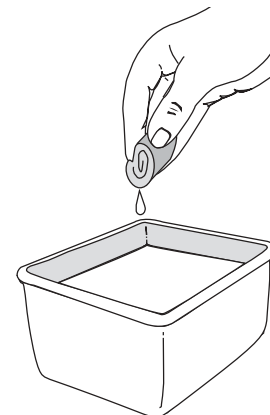

Fig. 49
3. Lavez le filtre dans un mélange d'eau et de détergent (Fig. 49). Rincez le filtre abondamment. Essorez l'excédent d'eau. Laissez sécher complètement.